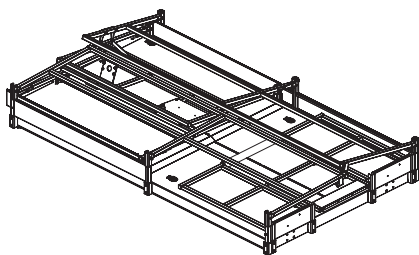

Abbildung 2-22. Zusammengeklappte Schutzgeländer
6. Die Gelenke in folgender Reihenfolge zusammenklappen: Rückseite, Vorderseite, linke Plattformverlängerung, rechte Plattformverlängerung, linke Seite und rechte Seite (siehe Abbildung 2-22).